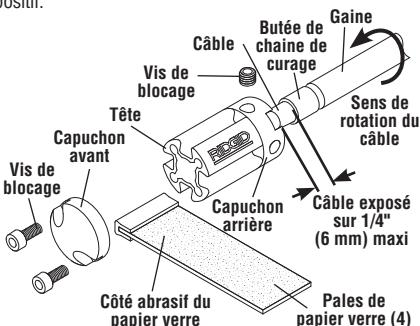

Figure 1 – Tête de ramonage RIDGID® FlexShaft
Les têtes de ramonage RIDGID® FlexShaft servent au ramonage final des parois de conduite. Ne pas utiliser pour éliminer les blocages ou les débris importants. (*Figure 1*). Reportez-vous au tableau **Caractéristiques techniques**.
1. Retirez les deux vis du capuchon avant, puis retirez le capuchon (*Figure 1*).